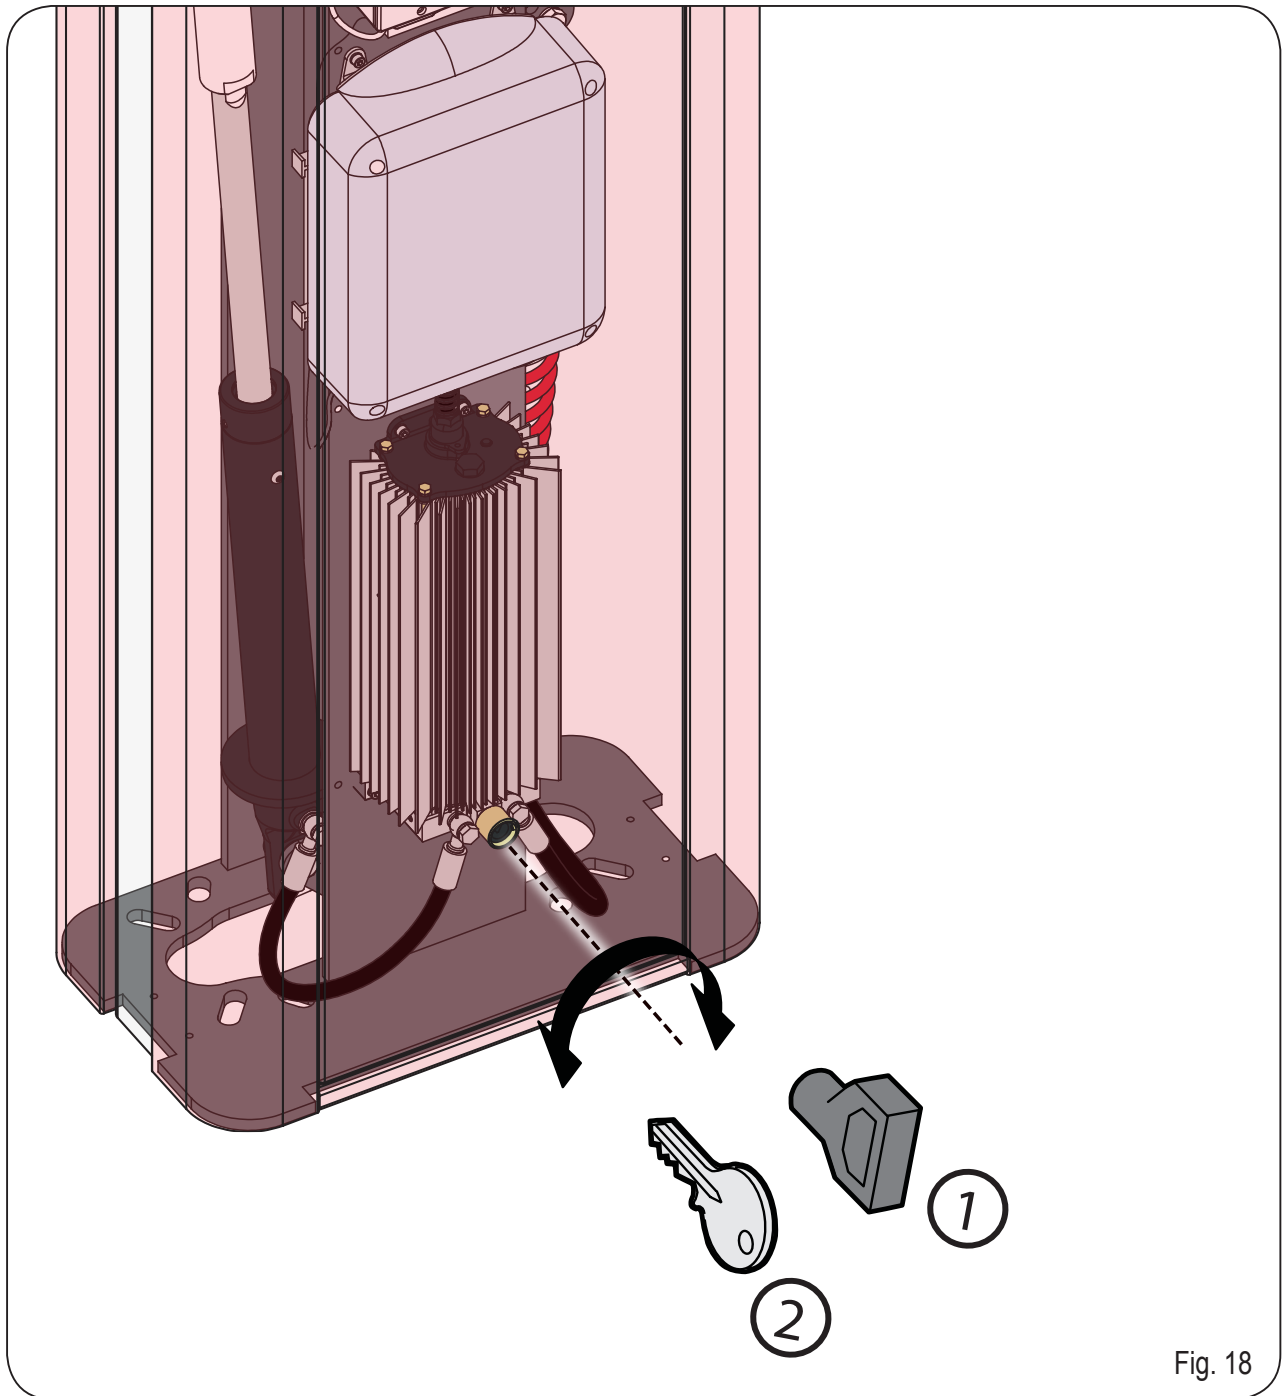

Fig. 18
La llave de desbloqueo entregada en dotación puede ser triangular (Fig. 18, ref. ①) o personalizada (Fig. 18 ref. ② opcional).
- Inserte la llave de desbloqueo en la cerradura y gire la llave en sentido antihorario hasta el tope, como en la Fig. 18
- gire la llave en sentido horario hasta el tope y extráigala (fig. 18 ref. ①).
- gire la llave en sentido horario hasta el punto en el que se pueda extraerla. (Fig. 18, ref. ②).
Als de slagboom met de hand moet worden bediend omdat de stroom is uitgevallen of het automatisch systeem niet goed werkt, moet met behulp van de bijgeleverde sleutel de ontgrendeling worden gebruikt. De bijgeleverde ontgrendelings sleutel kan driehoekig (Fig.18 ref. ①) of gepersonaliseerd zijn (Fig.18 ref. ②, optioneel).
- Steek de ontgrendelings sleutel in het slot en draai hem tegen de wijzers **van de klok** in tot hij niet verder kan, zoals in Fig. 18
- draai de sleutel **met de wijzers van de klok mee** tot hij niet verder kan, en trek hem eruit (Fig. 18 ref. ①).
- draai de sleutel **met de wijzers van de klok mee** tot hij niet verder kan, en trek hem eruit (Fig. 18 ref. ②).